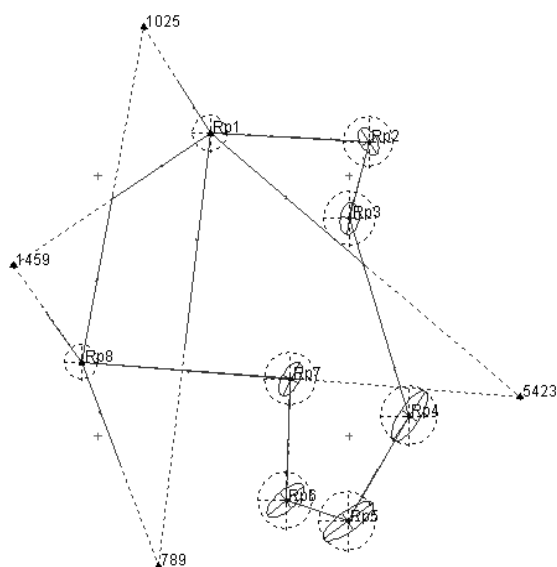

Рис. 1.10. Совместное уравнивание сети
3. Выполните совместное уравнивание сети (рис. 1.10) и просмотрите «Ведомость оценки точности положения пунктов».